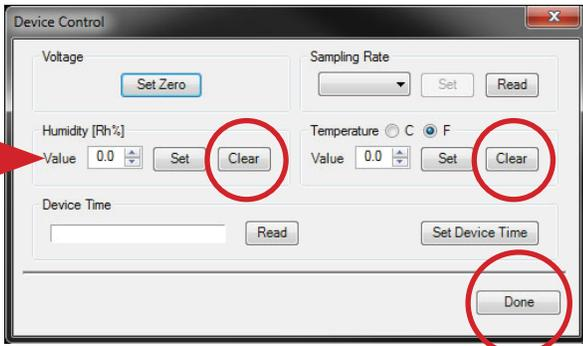

図 22: 温度と湿度のバイアス調整をクリアします。
1. Edit のメニューを開きDevice Control (図22)を選択します。
3. Temperature (F) Value が0.0であることを確認しClear をクリックします